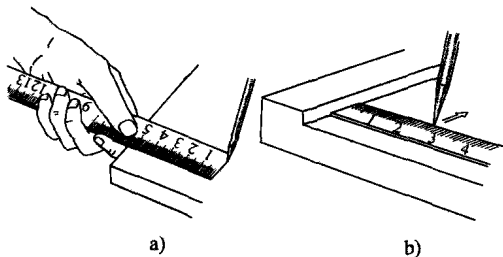
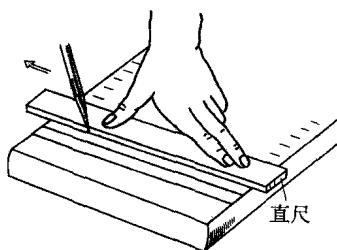
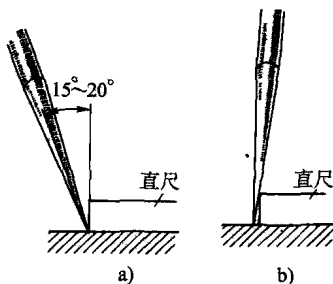

图 2-12 用钢直尺划线
图 2-13 用钢直尺划线
图 2-14 划针的位置
(1) 用钢直尺划线 如图 2-12 所示, 用左手食指和拇指紧握钢直尺, 同时紧紧靠着基准边, 用划针沿着钢直尺的零边划出一段线条如图 2-12a。若工件一端有边可靠, 则可将钢直尺的零边抵住靠边, 在需要划线处, 划出很短的线如图 2-12b。然后如图 2-13 所示, 用钢直尺将划出的短线连接起来, 这时必须注意划针的尖端要沿着钢直尺的底边, 否则划出的线会不直, 划出的尺寸也不正确, 如图 2-14 所示。划线时, 划针还必须沿划线方向倾斜 $30^{\circ} \sim 60^{\circ}$ 角, 使针尖顺着方向拖去, 见图 2-15 所示。碰到工件表面有不平处, 针尖能滑过去, 若将划针垂直或反向倾斜, 则碰到不平处, 针尖会跳动, 划出的线条不直。